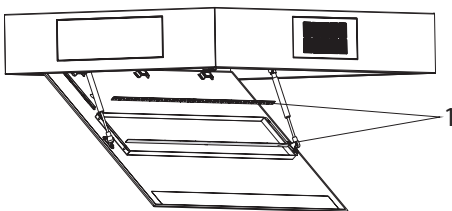

Abb. 27
5. ➤ Nehmen Sie den Stecker der LED Lampe ab und ersetzen Sie die fehlerhafte Lampe (Abb. 27/1) mit einer neuen Lampe aus (Abb. 27).